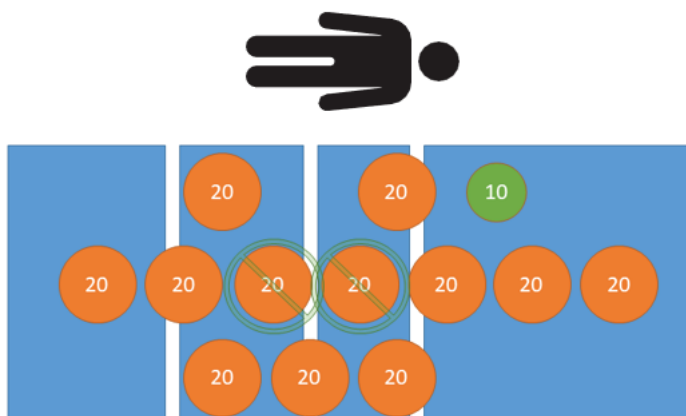

図 32 – 風袋 (ゼ口) 試験 - 正味210 kg
7. 較正済み分銅を使用して、210 kgを製品に載せます (図 32)。